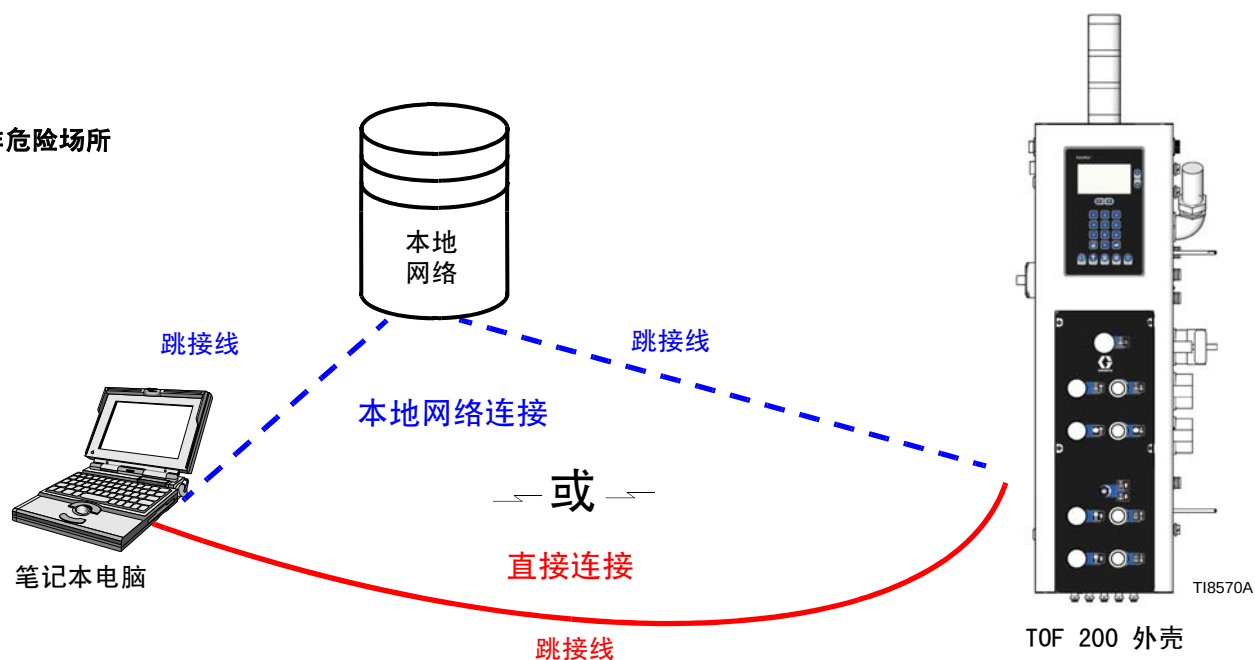

图 30：网络选择
- **本地网络连接**（最常用）。将本地网络的跳接线插入 T0F 200 网络接口插座中。见 图 30 和 ?? 85 “?”。
- **直接连接**到 T0F 200。将电脑的交叉线插入 T0F 200 网络接口插座中。见 图 30 和 ?? 88 “?”。